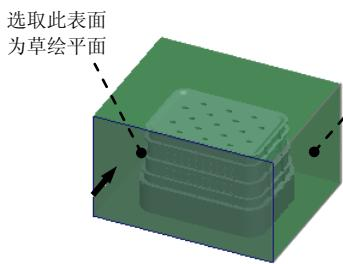

图 16.10 定义草绘平面
(1) 选择命令。单击 **编辑模具体积块** 功能选项卡 **形状** ▾ **区域** 中的 按钮, 此时系统弹出“拉伸”操控板。
(2) 定义草绘截面放置属性。在图形区右击, 从系统弹出的菜单中选择 **定义内部草绘...** 命令; 在系统 的提示下, 选取图 16.10 所示的毛坯表面为草绘平面, 接受默认的箭头方向为草绘视图方向, 然后选取图 16.10 所示的毛坯侧面为参考平面, 方向为 **右**。然后单击 **草绘** 按钮。